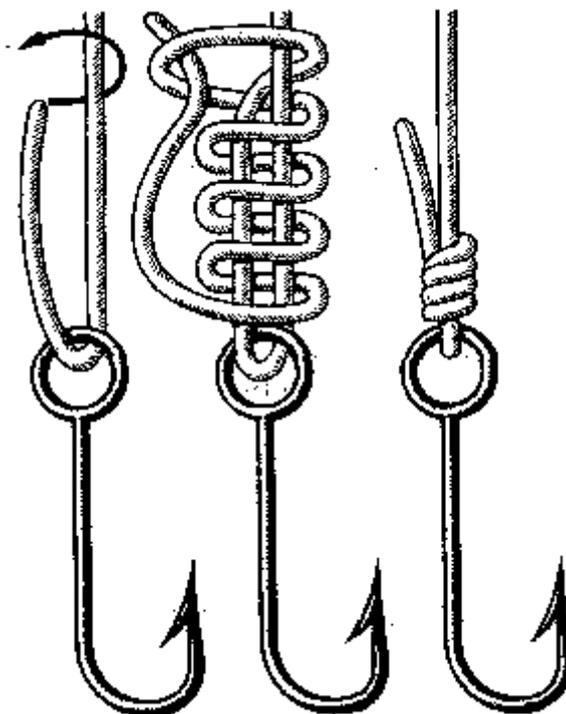

Рис. 127. Акулий узел
**Акулий узел** (рис. 127). При вязке этого узла, перед тем как ввести в петлю ходовой конец, нужно сблизить сделанные вокруг коренного и ходового концов шлаги и плотно затянуть их. Этот сложный узел предназначен исключительно для синтетических лесок и отличается большой прочностью.